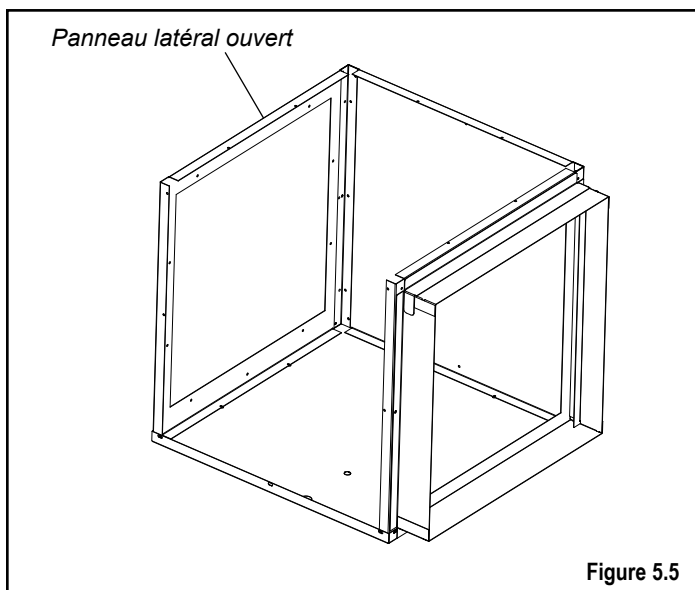

Figure 5.5
- Placez le panneau restant (le panneau d'accès au ventilateur dans ce cas) sur le panneau du fond, dans l'angle du panneau plein. Figure 5.5. Assurez-vous que le panneau est dans la position verticale. Le bord inférieur de ce panneau ne comporte aucun trou pour la fixation d'un couvercle. Maintenez le panneau en place avec une vis Tek placée dans le trou du milieu du panneau plein et une vis placée dans le trou du milieu inférieur du panneau d'accès au ventilateur.